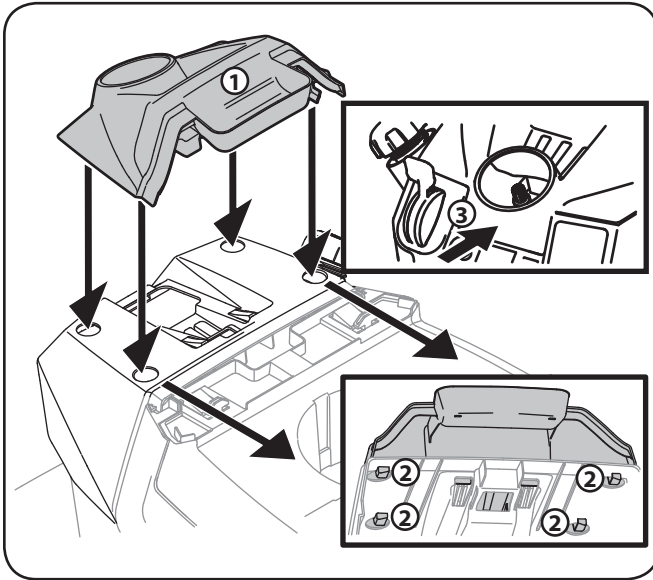

Figura 3-7
Para instalar la cubierta del tablero (1), alinear las lengüetas (2) de la cubierta del tablero con los orificios de la parte superior del tablero como se muestra en Figura 3-7. Coloque las lengüetas (2) en los orificios de la parte superior del tablero y oprima la cubierta del tablero hacia adelante (1) para trabar en su lugar.